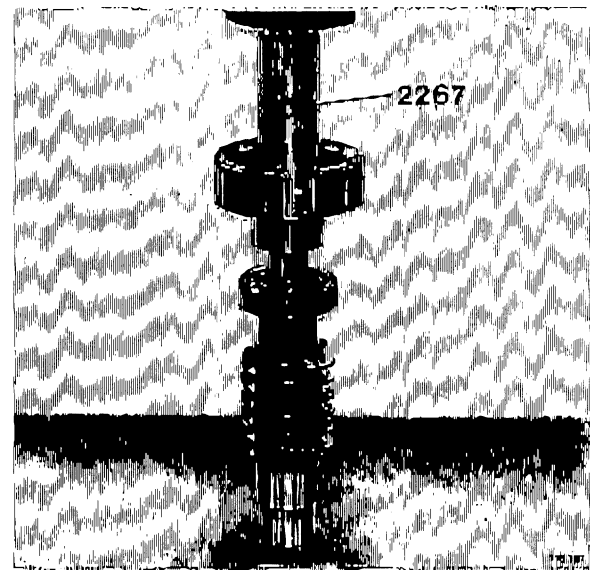

Bild 73. Påpressning av medbringare
6. Pressa lagret och medbringaren på snäckskruven med 2267. Bild 73.